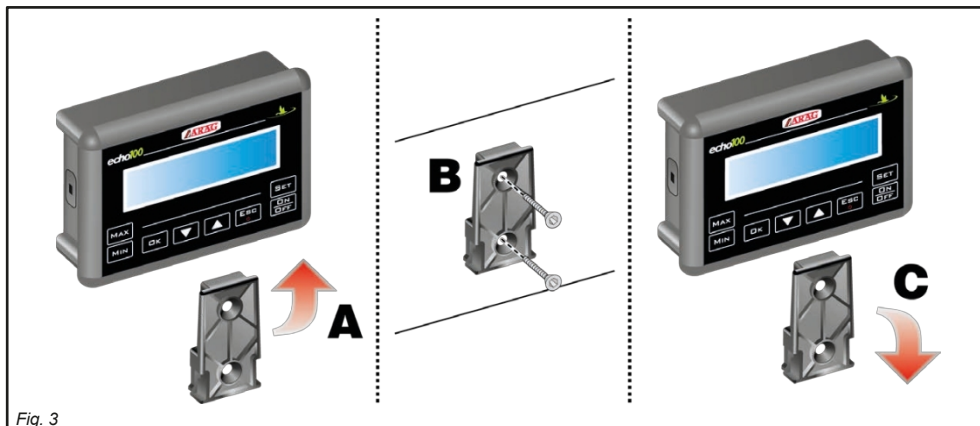

Fig. 3
Beslaget skal skubbes ud af enhedens sæde (A, fig. 3) og fastgøres med de medfølgende skruer (B).